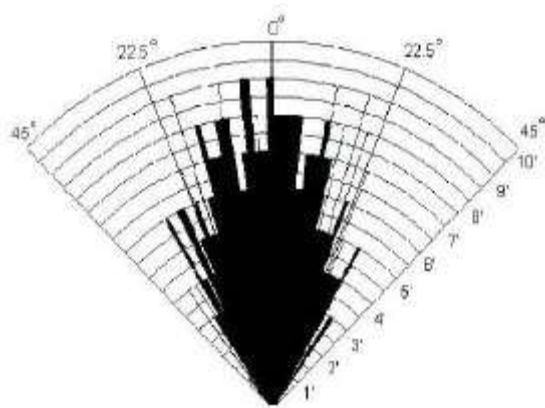

Рисунок 5.3 - Діаграма спрямованості HC SR04
- розташування щодо датчика (згідно діаграми випромінювання зображеної на рис. 5.3);